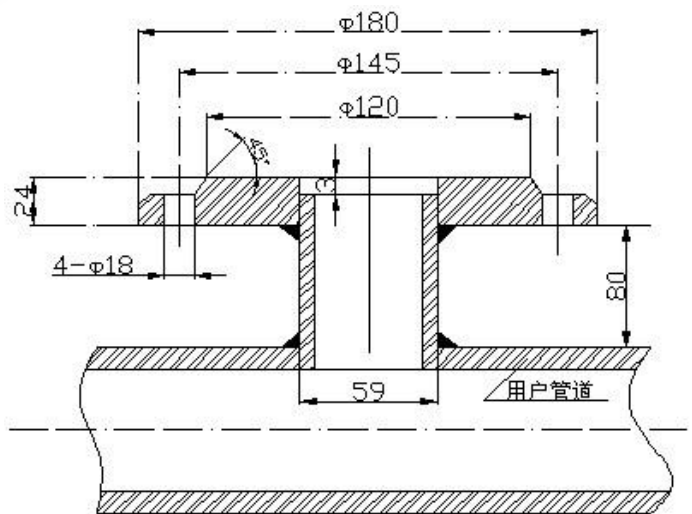

图3 安装底座的焊接
安装底座与被测管道的焊接如图 3 所示。
6. 4. 3 按图 3 所将 DN50 球阀安装到安装底座上。注意球阀的长空腔向上。检查球阀是否能全开全关。如有问题应进行修理。将压紧螺纹座、压紧螺母和橡胶密封圈安装到球阀上。松开定位螺钉和压紧螺母，将传感器插入杆通过球阀插入被测管道。插入深度由 6. 4. 4 计算，并由游标卡尺或钢卷尺测量，符合要求后，上紧压紧螺母和定位螺钉，同时应注意传感器方向标志杆指向应和流体流向一致。